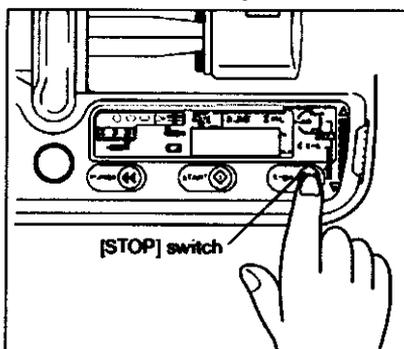

Fig. 21: [STOP] switch: Botón [PARADA]
- Para detener la infusión, presionar el botón [PARADA]. Esto apaga el indicador de funcionamiento (Fig. 21)